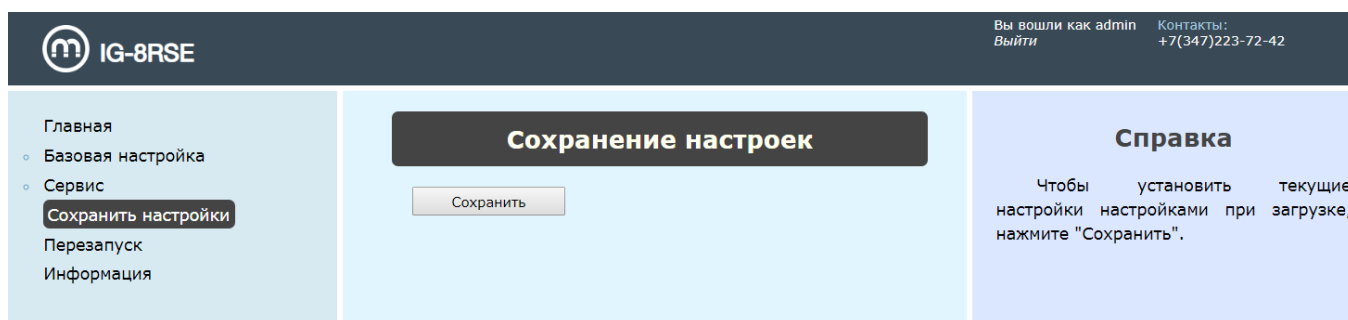

Рисунок 16 — Раздел «Сохранение настроек»
4) **Сохранить настройки.** Параметры Текущей конфигурации сохранятся в Начальной конфигурации. Сохранение необходимо после изменения Базовых настроек (рис. 16).